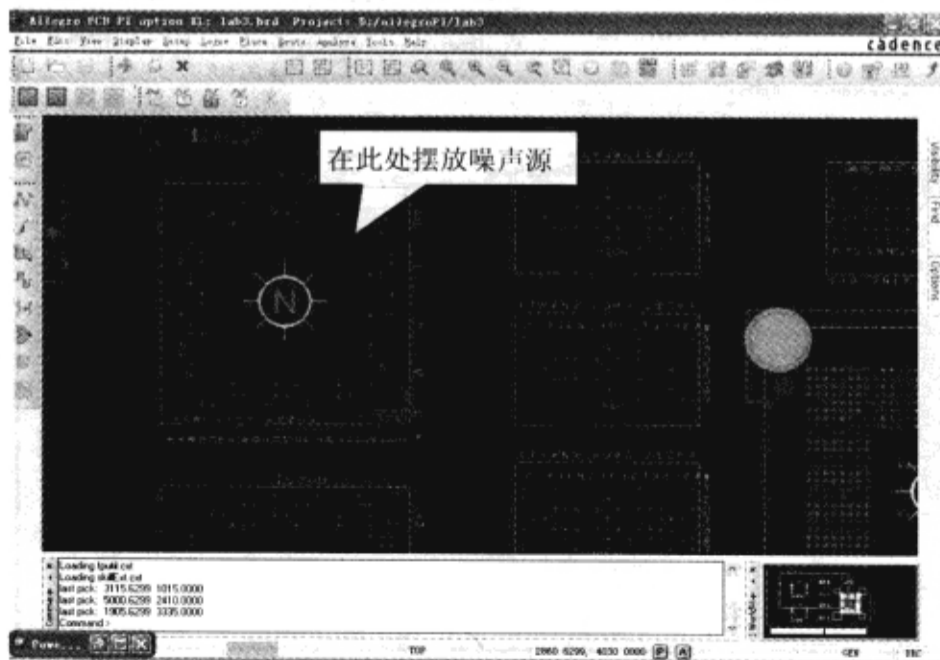

图 9-7-22 摆放噪声源
(10) 在“Select Noise Source Component”对话框中单击“OK”按钮，如图 9-7-22 所示。